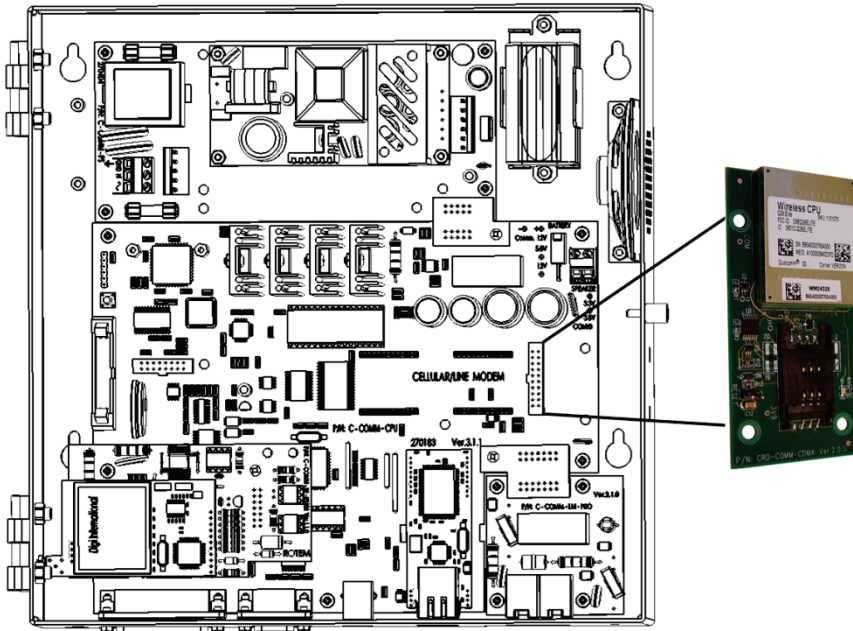

图 10：手机调制解调器卡位置
4. 在语音卡上微调音量, 直到达到要求的音量 (图 19) (参考图 9, 第 44 页/图 10, 第 45 页以查看语音卡位置) .